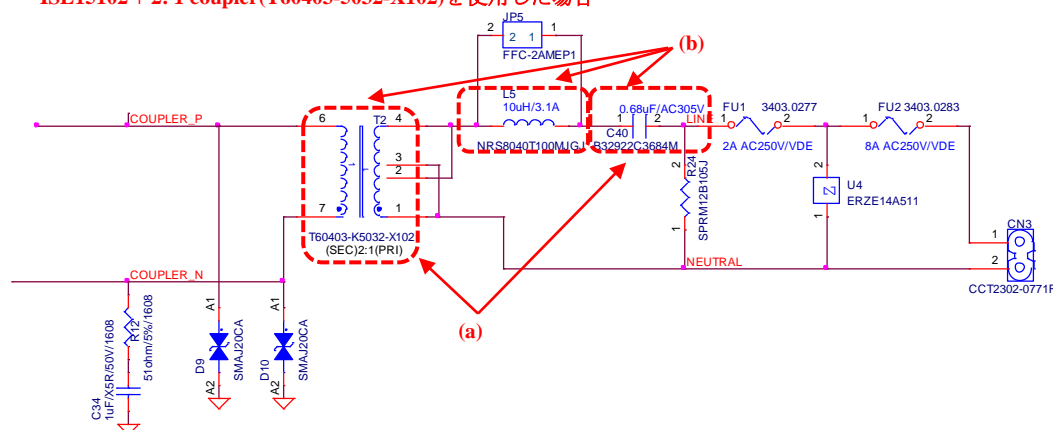

Figure 3-17 CENELEC-A 帯の EN50065-7 対応インピーダンス対策例
- 3kHz-9kHz における RX インピーダンスは、C40 と T2(主インダクタンス)の共振により、EN50065-7 対応インピーダンス規格が未達となる場合があります。その共振によるピークを 3kHz-9kHz の外側に移動させるため、Figure 3-17 の(a)の部分の T2 の T60403-5032-X102 の 2:1 使用時の主インダクタンスに対して C40=0.68uF と設定することを推奨します。
- 95kHz-148.5kHz における TX インピーダンスは、Figure 3-17 の(b)の部分の C40 と(L5+T2 漏洩インダクタンス)の共振周波数により、EN50065-7 対応インピーダンス規格が未達となる場合があります。L5 +T2 漏洩インダクタンスと C40 の共振周波数が、CENELEC-A 帯の帯域内に入るように設定してください。C40=0.68uF の場合、L5=10uH を挿入することを推奨します。